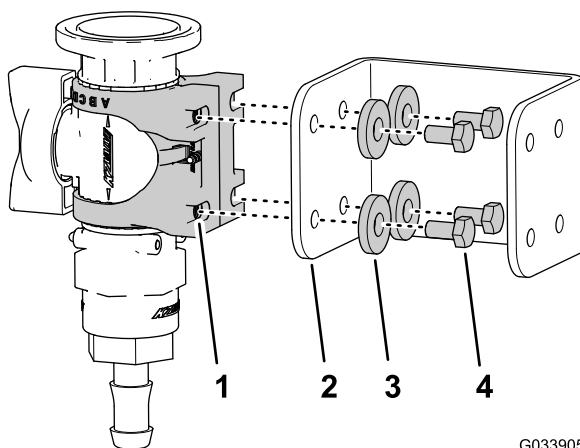

Figura 28
- Monte el soporte de la válvula en la escuadra de la válvula de control (**Figura 28**) usando los 4 pernos (6 x 12 mm) y 4 arandelas planas; apriete los pernos a 10–12 N·m.